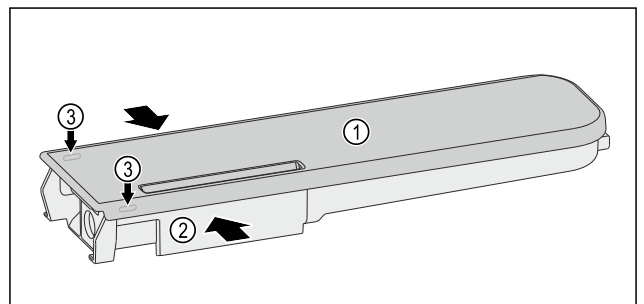

Fig. 119
- Comprimere il serbatoio dell'acqua Fig. 119 (2) e fare leva con attenzione sul coperchio Fig. 119 (1) sollevandolo dai naselli di arresto Fig. 119 (3).
- Spostare leggermente avanti e indietro il coperchio Fig. 119 (1) e rimuoverlo verso l'alto.